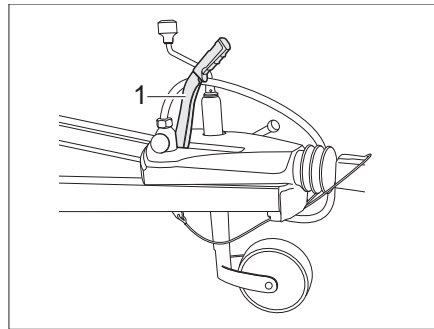

Bild 12 Feststellbremse
- Zum Lösen den Bremshebel (Bild 12,1) nach oben ziehen und dann absenken.